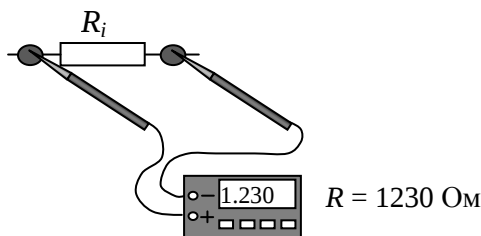

Рис. 2.3. Пример присоединения клемм мультиметра
3. Присоединяя контакты прибора к выведенным на стенде контактам резисторов, измерить сопротивления всех резисторов цепи (рис. 2.3). Показания занести в таблицу.